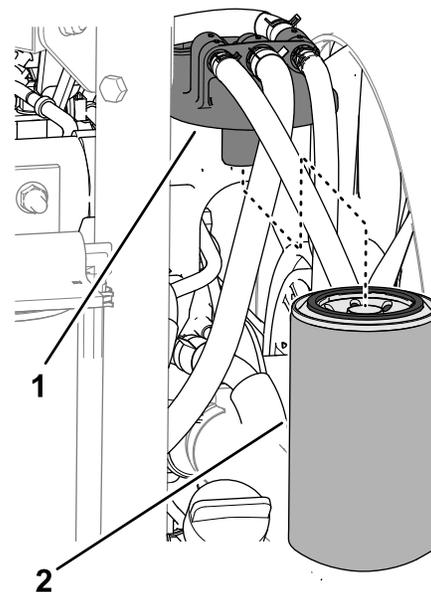

図 121
2. 燃料フィルタのヘッドの周囲をきれいに拭く 図 121。
3. フィルタを外してフィルタヘッドの取り付け部をきれいに拭く 図 121。